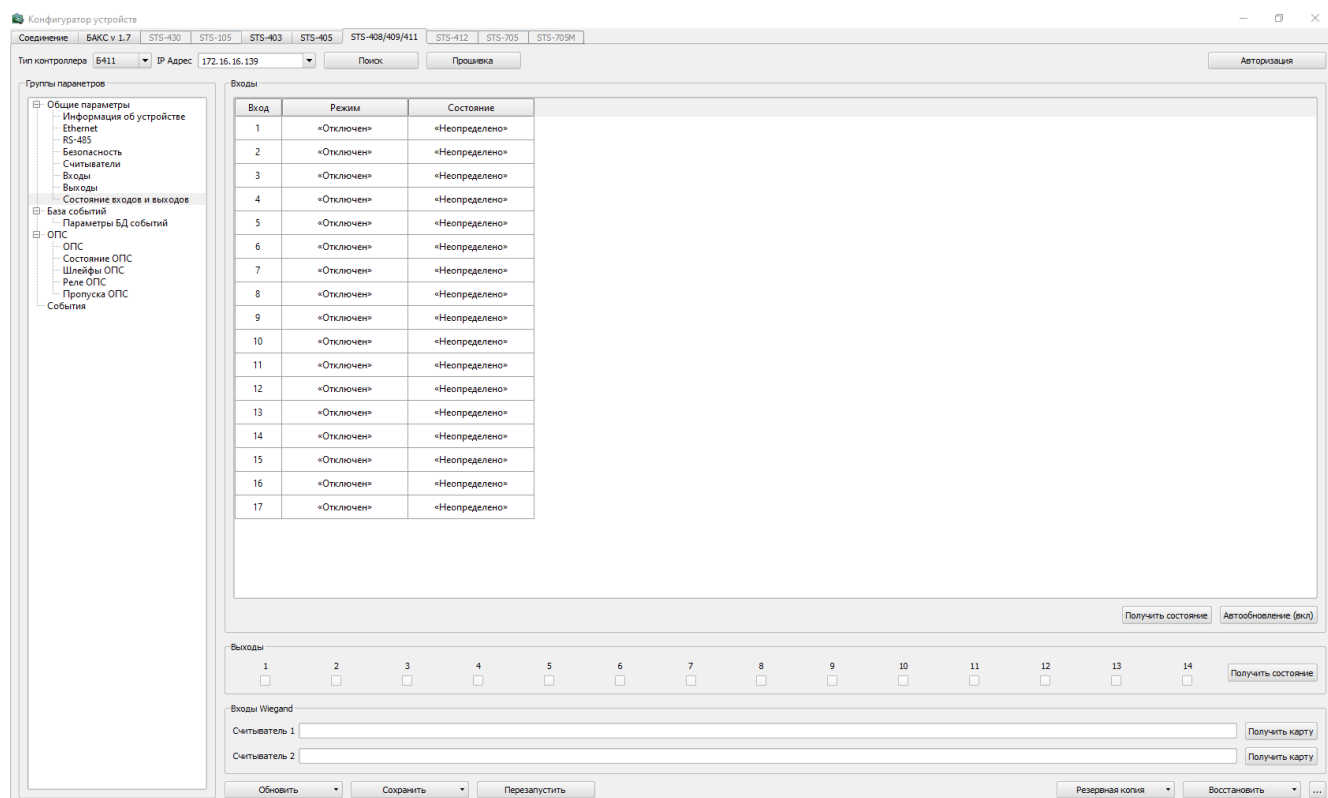

Рисунок 18 – Состояние входов и выходов
– Состояние входов и выходов – здесь отображается режим каждого входа и его состояние (рисунок 18).